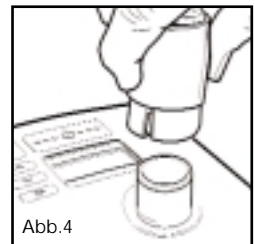

Abb.4
7. Das eine Ende des Schlauches hat einen grauen Kunststoffanschluss. Heben Sie die Hülle an und schieben Sie das Anschlussstück auf das Gerät. Drücken Sie die Hülle herunter, bis sie einrastet (Abb. 4, 5, 6)